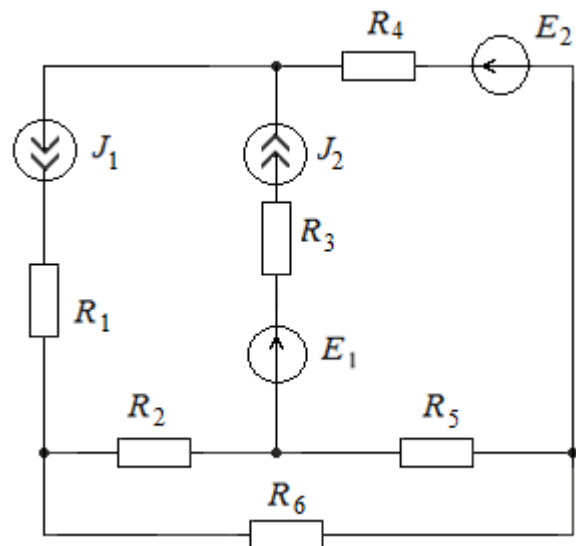

Рис. 98
31. В схеме (рис. 98) $J_1 = 4 \text{ A}$, $J_2 = 1 \text{ A}$, $E_1 = 500 \text{ В}$, $E_2 = 200 \text{ В}$, $R_1 = 360 \text{ Ом}$, $R_2 = 620 \text{ Ом}$, $R_3 = 450 \text{ Ом}$, $R_4 = 280 \text{ Ом}$, $R_5 = 790 \text{ Ом}$, $R_6 = 520 \text{ Ом}$. Определить токи в ветвях методом контурных токов.